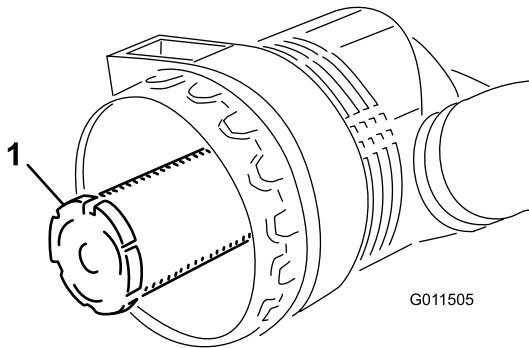

Figura 69
**Importante:** Non cercate mai di pulire il filtro di sicurezza (Figura 69). Sostituitelo ogni 3 interventi di manutenzione sul filtro primario.